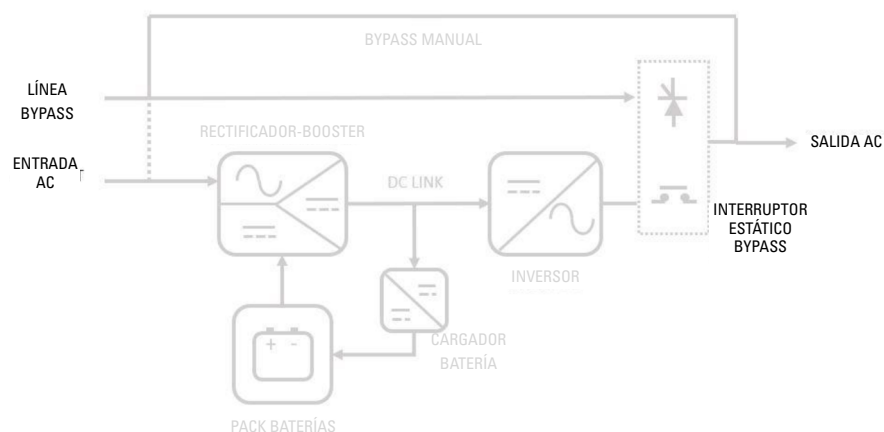

Fig. 13. Diagrama de bloques del SAI parado, con ningún flujo de energía, sin alimentar las cargas todavía (típicamente, en puesta en marcha inicial)
1. En una primera puesta en marcha, normalmente el SAI no suministrará tensión alguna (ver Fig. 13). También se puede llegar a esta situación después de un paro de emergencia (EPO), paro total del SAI, y luego volver a alimentar el SAI con el paro de emergencia desactivado.